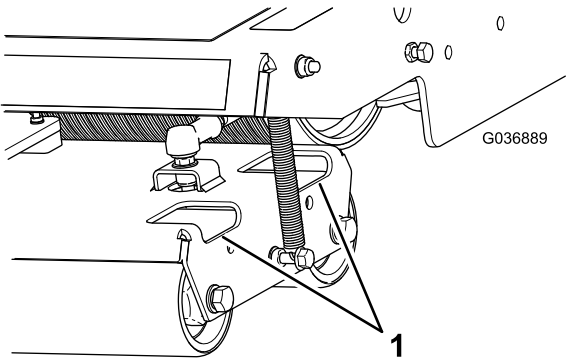

图 40
- 2. 如果需要用水喷射滚筒壳体上的孔清洁滚筒的灰尘和杂物图 40。